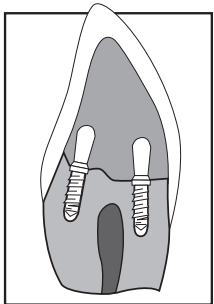

Figure 8
- Costruire con materiale per ricostruzioni di prima scelta (**Fig. 8**).